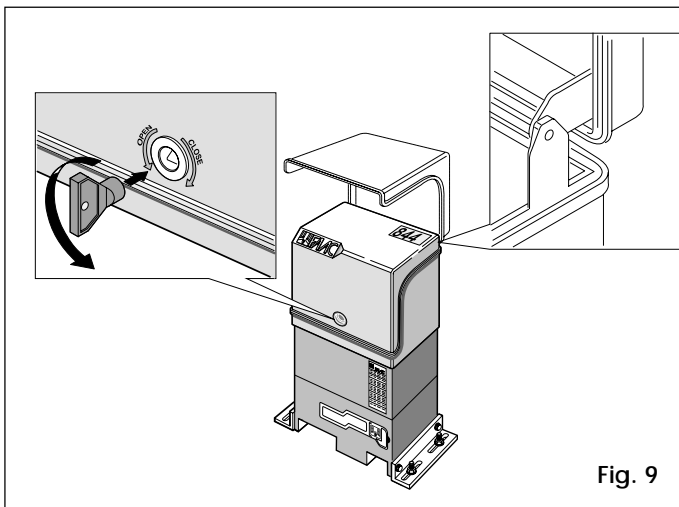

Fig. 9
- 2) Abrir la cubierta del actuador mediante la llave de paletón triangular que se suministra con el mismo (Fig. 9). La cubierta permanecerá abierta gracias a un sistema de bloqueo.